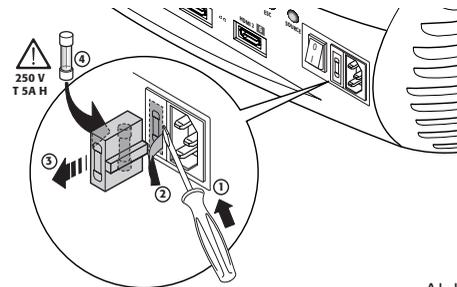

Abb. 3
Das Sicherungsfach befindet sich in der Nähe des Netzverbinders (Abb. 3). Entfernen Sie mit einem flachen Schraubenzieher den Sicherungsbehälter (2) und ersetzen Sie die Sicherung (3). Setzen Sie anschließend eine neue Ersatzsicherung ein (4). Verwenden Sie ausschließlich Sicherungen vom Typ T 5A H.